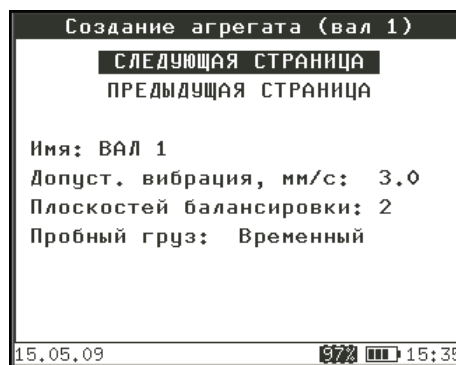
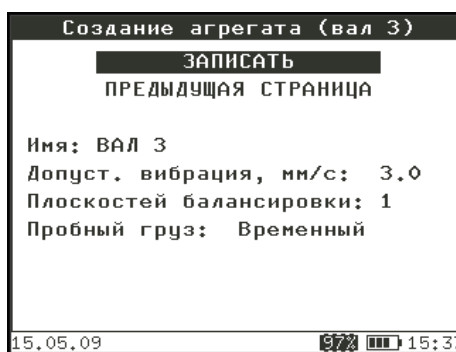

Рис. 82. Создание агрегата. Вторая страница задания параметров
Рис. 84. Создание агрегата. Четвертая страница задания параметров
- на последующих страницах⁸ окна «Создание агрегата» задать для каждого вала параметры балансировки (Рис. 82 - Рис. 84);